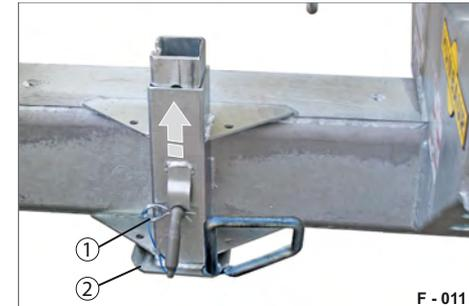

Abb. 25 Stützfuß hochstellen / sichern
- ▶ Ziehen Sie den Federstecker heraus (Abb. 25/1).
- ▶ Drehen und Ziehen Sie den Steckbolzen aus der Fallstütze (Abb. 25/2) heraus.